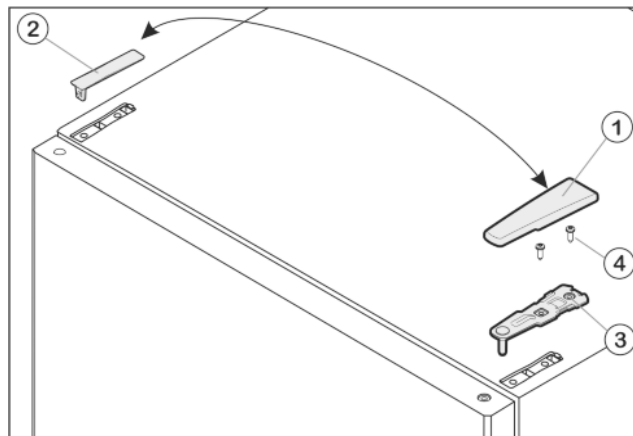

Fig. 8
- ▶ Wyjąć osłonę Fig. 8 (1) do przodu i do góry.
- ▶ Podnieść osłonę Fig. 8 (2).
- ▶ Odkręcić górną płytkę zawiasu Fig. 8 (3) (2 razy Torx® 25) Fig. 8 (4) i wyjąć ją do góry.
- ▶ Włożyć w drzwi górną płytkę zawiasu Fig. 8 (3) po nowej stronie zawiasów.
- ▶ Dokręcić górną płytkę zawiasu (z siłą 4 Nm) (2 razy Torx® 25) Fig. 8 (4). Ewentualnie nakłuć otwory pod śruby lub użyć wkrętarki akumulatorowej.
- ▶ Założyć osłonę Fig. 8 (1) i osłonę Fig. 8 (2) od zewnątrz odpowiednio po przeciwległej stronie i zazębnić.